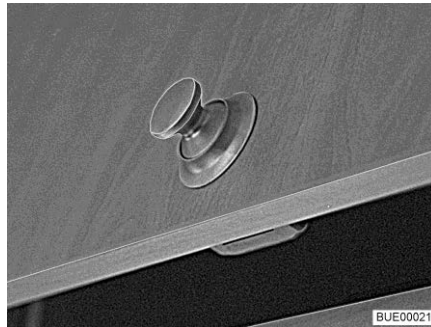
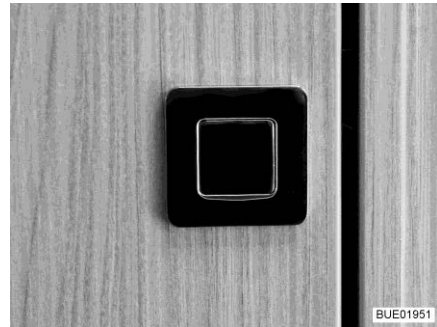

Fig. 64 Sportello del mobile con bottone automatico (tondo)
Fig. 65 Sportello del mobile con bottone automatico (rettangolare)
- Esercitare una pressione sulla parte interna della serratura. Il bottone automatico (Fig. 64 o Fig. 65) scatta all'infuori.